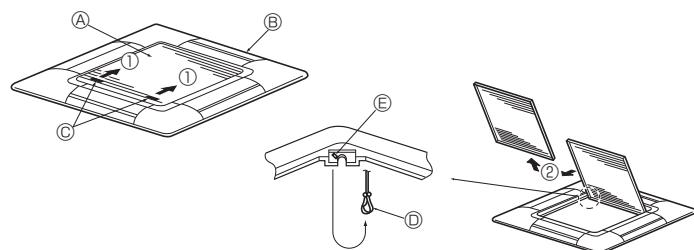
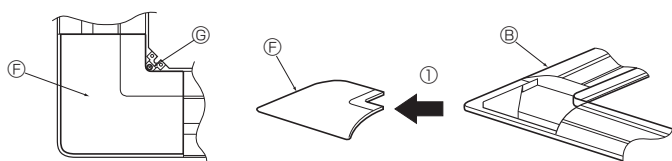

Fig. 8-3
Fig. 8-4
8.2.1. Rimozione della griglia di ingresso (Fig. 8-3)
- Far scorrere le leve nella direzione indicata dalla freccia ① per aprire la griglia di ingresso stessa.
- Con la griglia di ingresso in posizione "aperta", rimuovere la cerniera della griglia stessa, come indicato dalla freccia ②.
8.2.2. Rimozione del pannello angolare (Fig. 8-4)
- Rimuovere la vite dall'angolo del pannello angolare. Far scorrere il pannello angolare, secondo quanto indicato dalla freccia ① per rimuovere il pannello stesso.